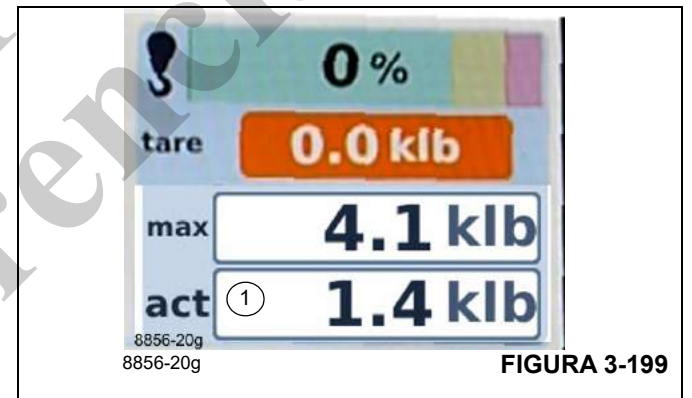

FIGURA 3-199
Pantalla:	Carga elevada (1), (Figura 3-199), en toneladas métricas (t) o kilolibras (klb) Ejemplo: 5.95 klb equivalen a 5950 lb.